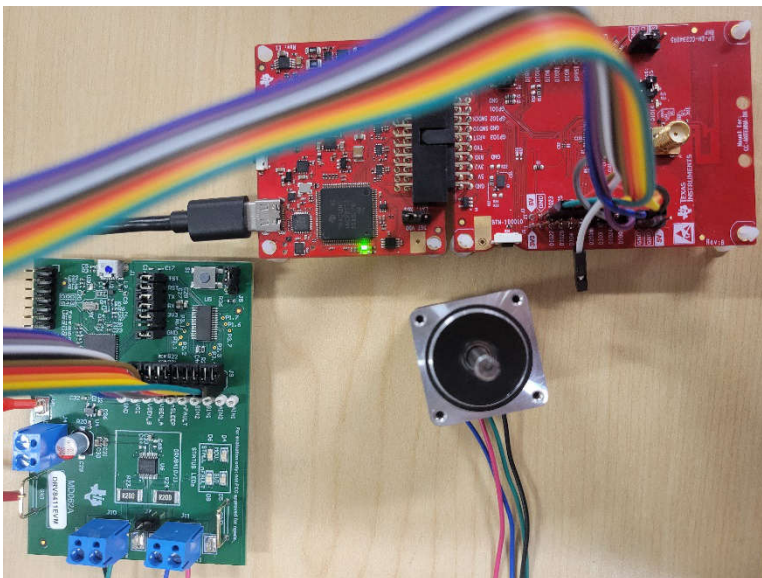

图 2-2. 物理硬件设置
步进电机导线需要按照电机制造商指定的方向连接到 DRV8411EVM 输出端。DRV8411EVM VM/VCC 应单独为 LP-EM-CC2340R5 供电，因为 LP-XDS110 (ET) 无法充分提供步进电机所需电流。最终结果类似于图 2-2。